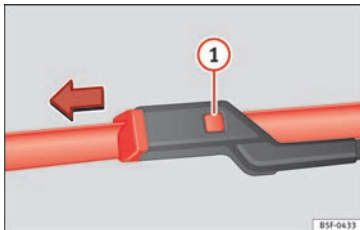

Fig. 66 Remplacement du balai d'essuie-glace avant.
- Appuyez sur le bouton de sécurité ① » fig. 66.